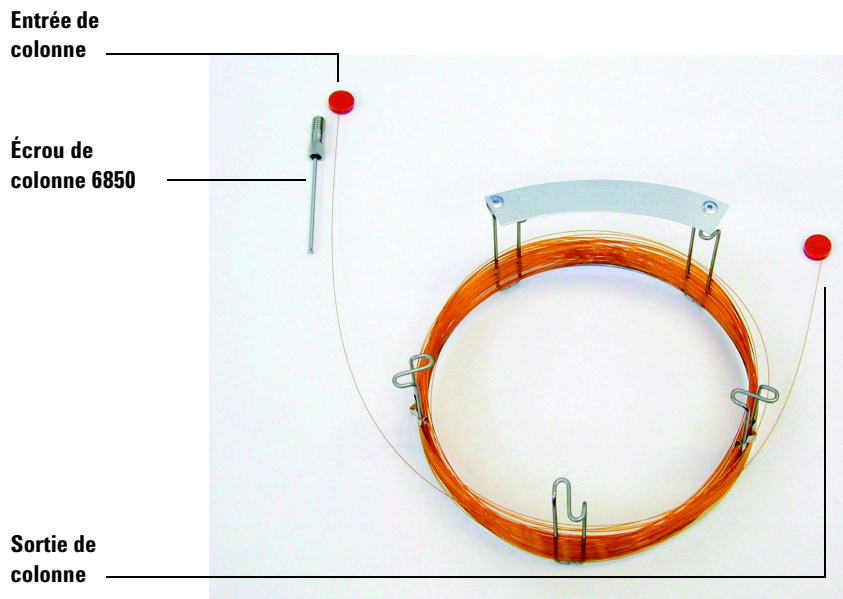

Figure 2 Colonne
- 1 Déposer la colonne (19091S- 433E, se trouve dans le kit expédié avec le CPG) à plat sur une surface propre, l'étiquette face à l'utilisateur en position 12 h. Noter que les extrémités d'entrée et de sortie de la colonne sont orientées de la même manière que pour l'utilisation d'un détecteur CPG et que la sortie de la colonne est à l'arrière (plus près des pales du ventilateur) du support de colonne. Cf. Figure 2.